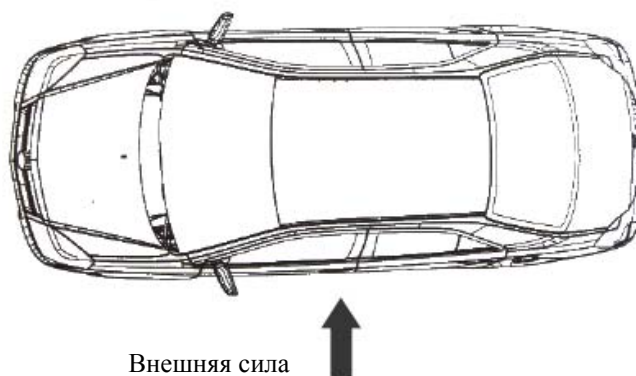

Рис. 616. Внешнее воздействие на центральную часть автомобиля под прямым углом.
4. Внешнее воздействие на центральную часть автомобиля под прямым углом (Рис. 616)